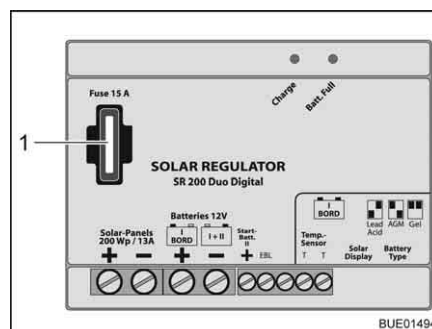

Bild 118 Säkring till laddningsregulator för solpanel 200 W
- Byt flatsäkring 15 A/blå (Bild 118,1).